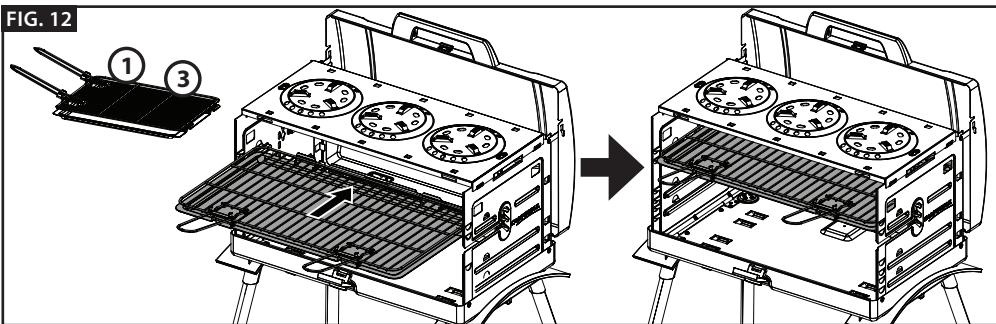

FIG. 13
3. Das Absperrventil des Druckreglers bzw. der Gasflasche schließen. (Abb. 13)
4. Schließen Sie die Gaszufuhr (Ventil am Druckregler oder Zylinder) (Abb. 13).